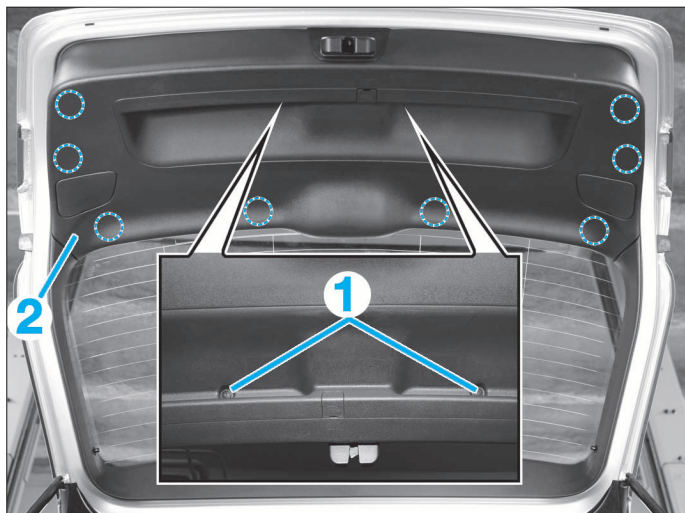

FIG. 77
- Déposer les vis (1) (Fig.77).